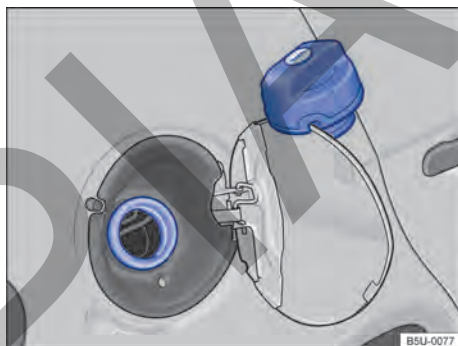

Fig. 104 Portezuela del depósito de combustible abierta con el tapón de cierre del depósito de combustible colgado.
- Gire tapa del depósito de combustible en sentido antihorario y cuélguela encima de la puerta del depósito de combustible → fig. 104.